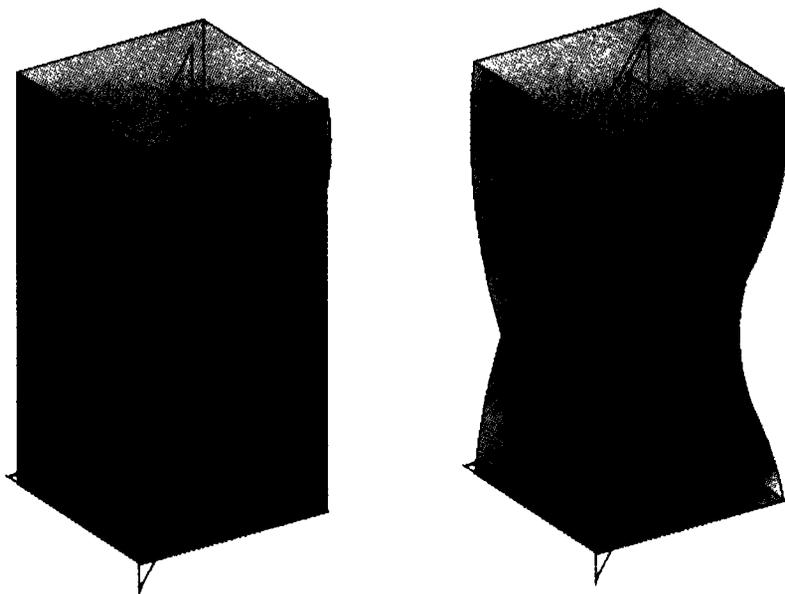

Рис. 7.8. Использование направляющих может сделать деталь более сложной
6. Нажмите **ОК**, чтобы создать элемент. На рис. 7.8 показан результат.